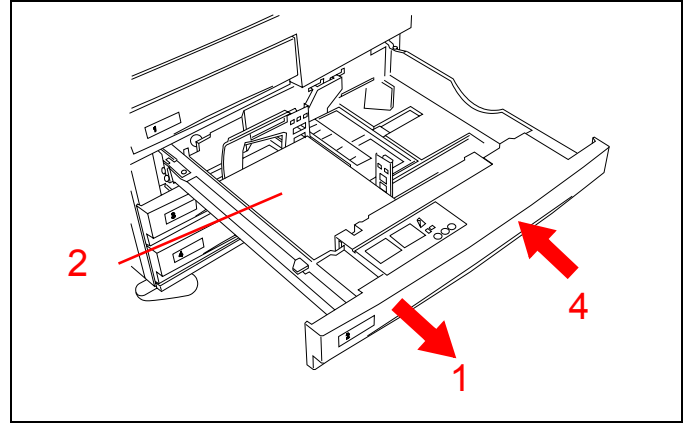

**Figura 19**
**Observe** as áreas de acesso dentro da impressora, usadas para a retirada de atolamento. Consulte a Figura 19.